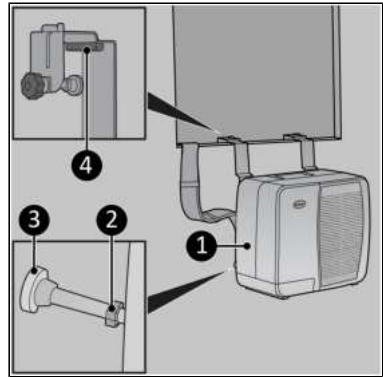

Figura 24.
4. Dacă este necesar, utilizați dispozitivul detașabil bloc (Figura 24, poz. 4) pe pereți subțiri sau rame de ferestre.
5. Asigurați-vă că unitatea exterioară (Figura 24, poz.1) atârână orizontal prin strângerea piuliței (Figura 24, poz. 2) pe insertul distanțier al șurubului de reglare. Asigurați-vă că bara de protecție (Figura 24, poz. 3) este plasat vertical.